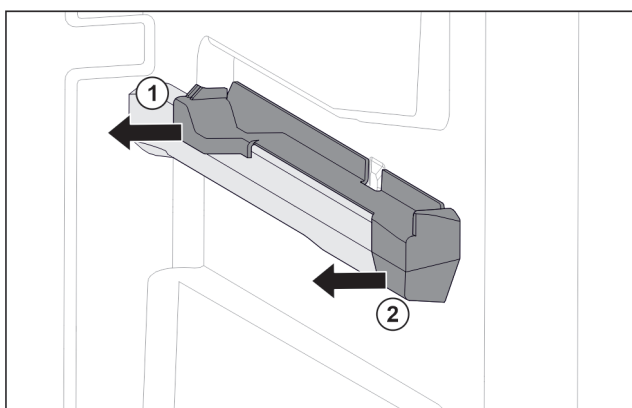

Fig. 153 Elemento inseribile sulla nervatura destra del contenitore
- ▶ Estrarre l'elemento inseribile dal lato posteriore di lato. Fig. 153 (1)
- ▶ Estrarre l'elemento inseribile dal lato anteriore di lato. Fig. 153 (2)